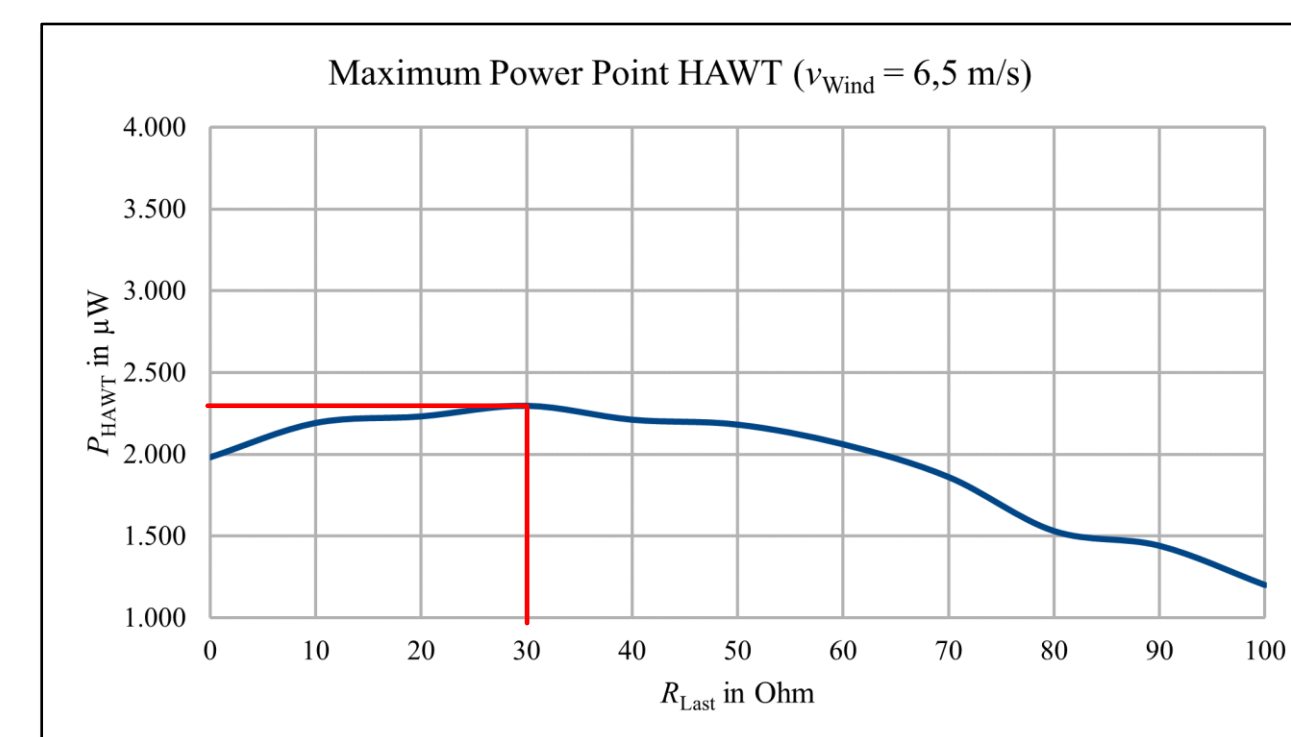

Bild 3: Messreihe MPP HAWT
- Aufnahme von Referenzkennlinien für Winderzeuger und Vergleichsmodelle (Horizontalachser (Bild 3) und Savoniusrotor)